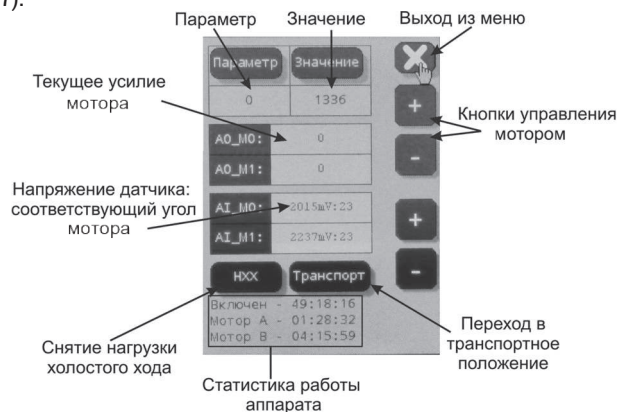

Рисунок 5.7 – Дисплей режима настройки системы
5.5 Дисплей режима настройки системы (меню установок и настройки Apparata) (см. рис. 5.7):